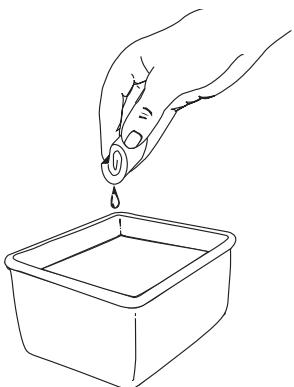

Fig. 45
3. Lave el filtro con agua y detergente (Fig. 45).